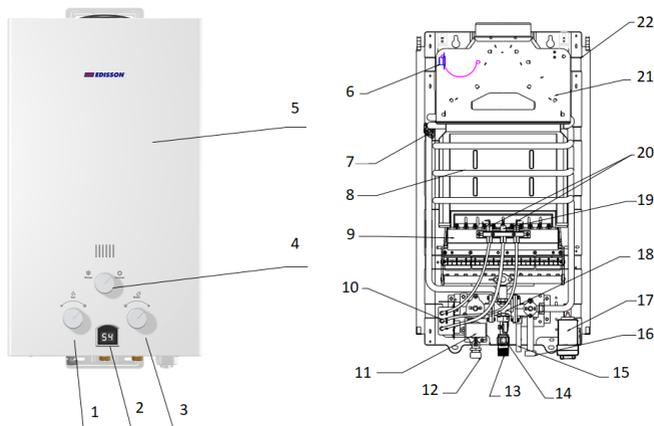

Рис. 1.
ГПВН настенного типа имеет прямоугольную форму, образуемую съемной облицовкой, установленной на каркасе (см. Рис. 1).
Составные части изделия, поясняющие принцип устройства ГПВН и требующие технического обслуживания во время эксплуатации, показаны на Рис. 1.
2.5.4. Назначение основных узлов ГПВН, показанных на Рис. 1: